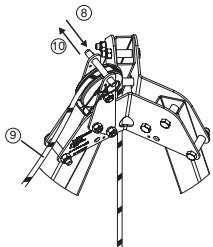

Рис. 10
8. Вытяните штифт со сферической головкой, находящийся в верхней части направляющего блока, установленного на головке треноги traccode (рис. 10, 8).
9. Пропустите строп устрйства Derope™ через направляющий блок (рис. 10, 9).
10. Вновь установите штифт со сферической головкой, чтобы предотвратить выскакывание стропа из направляющего блока (рис. 10, 10).